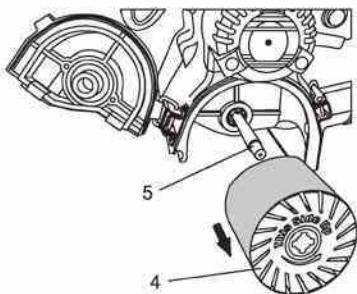

Fig. 2
2. Dégagez le moraillon DROIT de la couverture du rouleau (3).
3. Tirez sur la couverture pour la sortir du carter principal et faites-la basculer vers l'avant de l'outil en utilisant le moraillon GAUCHE comme charnière (Fig. 2).
4. Glissez le rouleau (4) hors de la tige (5).